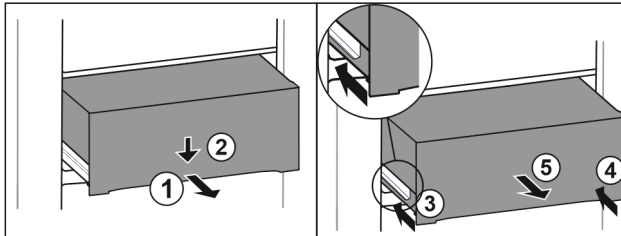

Fig. 151
- ▶ Вытяните выдвижной ящик наполовину. Fig. 151 (1)
- ▶ Вдавите выдвижной ящик в передней части вниз. Fig. 151 (2)
- ▶ Задвиньте левую направляющую прим. на 2 см. Fig. 151 (3)
- ▶ Задвиньте правую направляющую прим. на 2 см. Fig. 151 (4)
- ▶ Извлеките выдвижной ящик движением вперед. Fig. 151 (5)